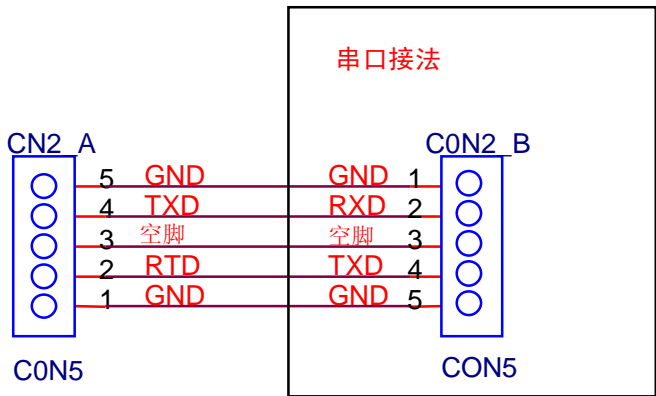
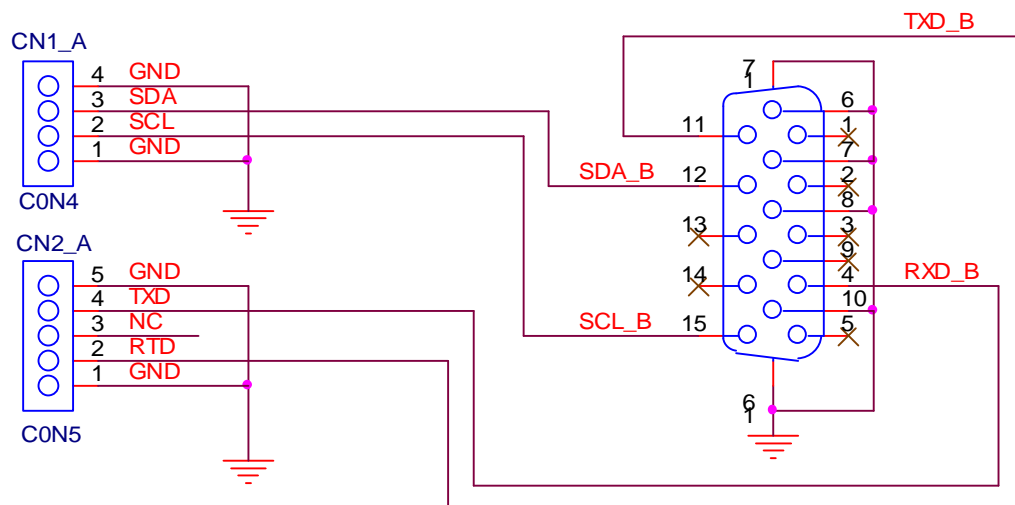

图 1
图 2
1、使用 USB 转串口：请根据电视机信号板的接口，连接转接板。连接板接口定义如下图 1、所示。其中电视机主板的 TXD 接到转接板的 CN2_A 的 2 脚，电视机主板的 RXD 接转接板的 CN2_A 的 4 脚。按照“电视机在线软件升级端口标准”排板的 PCB 可直接使用升级小板 BOM 自带的专用 VGA 连接线到主板的 VGA 端子。专用 VGA 连接线的连接关系如下图 2。